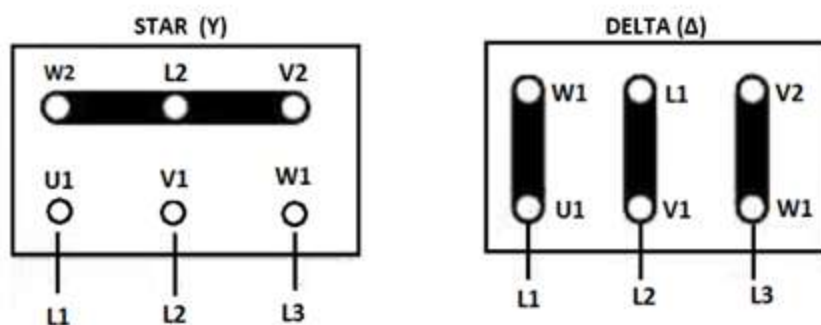

Рисунок 1
Электрические соединения всегда должны осуществляться опытным квалифицированным электриком. Двигатели должны быть снабжены трехфазным напряжением или, если это требуется заказчику, монофазным напряжением. Тип подключения трехфазных двигателей может быть Звезда (Y) или Дельта (Δ) в соответствии с источником питания 380 или 220 В переменного тока (см. рисунок 1).